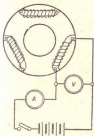

Рис. 217. Схема проверки исправности обмоток основания мотороллера „Ватка“.
**Ремонт основания.** Катушки, в обмотках которых обнаружено замыкание между витками или обрывы, заменяют новыми. Проверка исправности катушек производится по схеме, показанной на рис. 217. В случае обрыва обмотки амперметр не будет давать показаний. Наличие замыкания между витками определяется путем сравнения полученного сопротивления обмоток с эталонным. Эталонное сопротивление для обмоток катушек освещения составляет 0,225 ома, а для обмотки катушки зажигания — 0,297 ома.